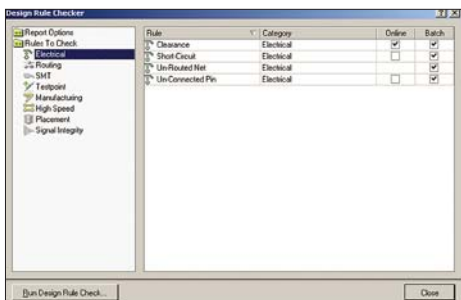

Рис. 14. Настройка пакетной проверки правил проектирования
- Выполним команду меню Tools/Design Rule Check, после чего откроется окно настройки пакетной проверки правил проектирования Design Rule Checker (рис. 14). Позднее мы рассмотрим возможности этого модуля более подробно, а сейчас нас интересует только правило Un-Routed Net.